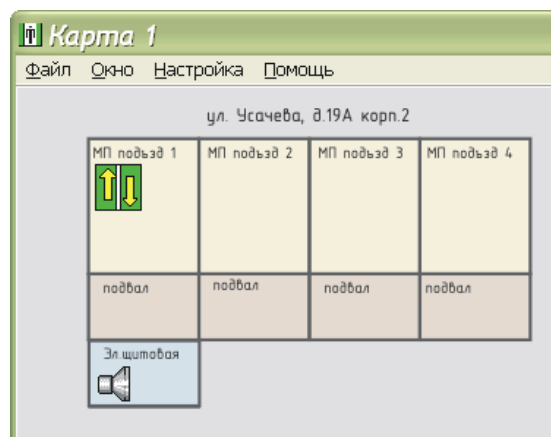

Рисунок 16
4) Расположить значек БГС-ПМ на соответствующем месте на карте, например в электрощитовой (рисунок 16).